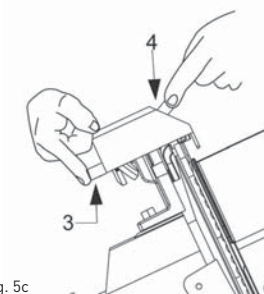

Fig. 5c
- Premere contemporaneamente due pulsanti (pos. 3 e 4, Fig.5c) per 3-4 secondi, poi rilasciare contemporaneamente.